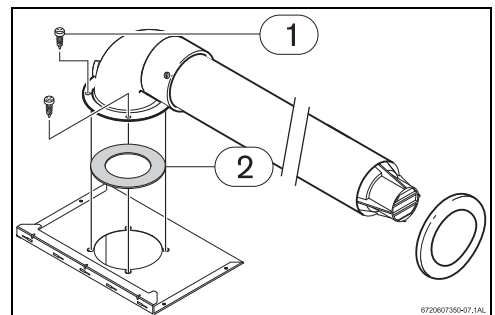

Fig. 7 Diafragma
Dependiendo del tipo de salida y de las condiciones de instalación, se deberá colocar un diafragma (Fig. 7) debajo del adaptador (→Tabla 11 y 12).
- ▶ Aflojar los tornillos de fijación del adaptador (Fig. 7, [1]).
- ▶ Colocar el diafragma (Fig. 7, [2]) entre el adaptador y el aparato.
- ▶ Volver a fijar el adaptador al aparato con los 4 tornillos (Fig. 7, [1]).